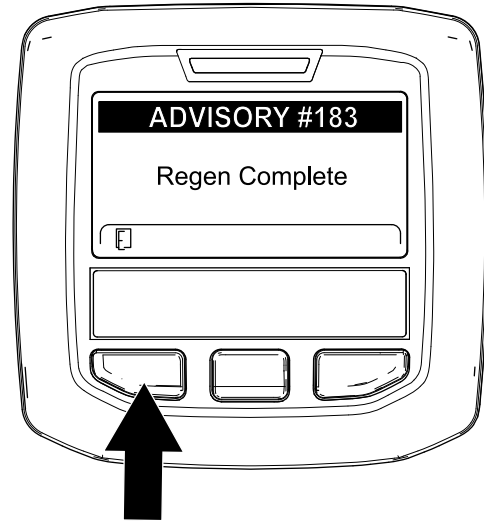

Figure 59
9. Quand le calculateur moteur achève une régénération en stationnement ou d'urgence, l'InfoCenter affiche ADVISORY #183 (avis n° 183) (Figure 59). Appuyez sur le bouton gauche pour quitter l'écran d'accueil.